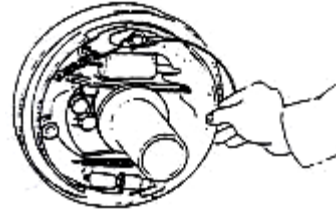

Рис. 2-19
(4) Снимите основную и вспомогательную тормозные колодки, а также снимите регулятор и пружину регулятора. См. Рис. 2-19